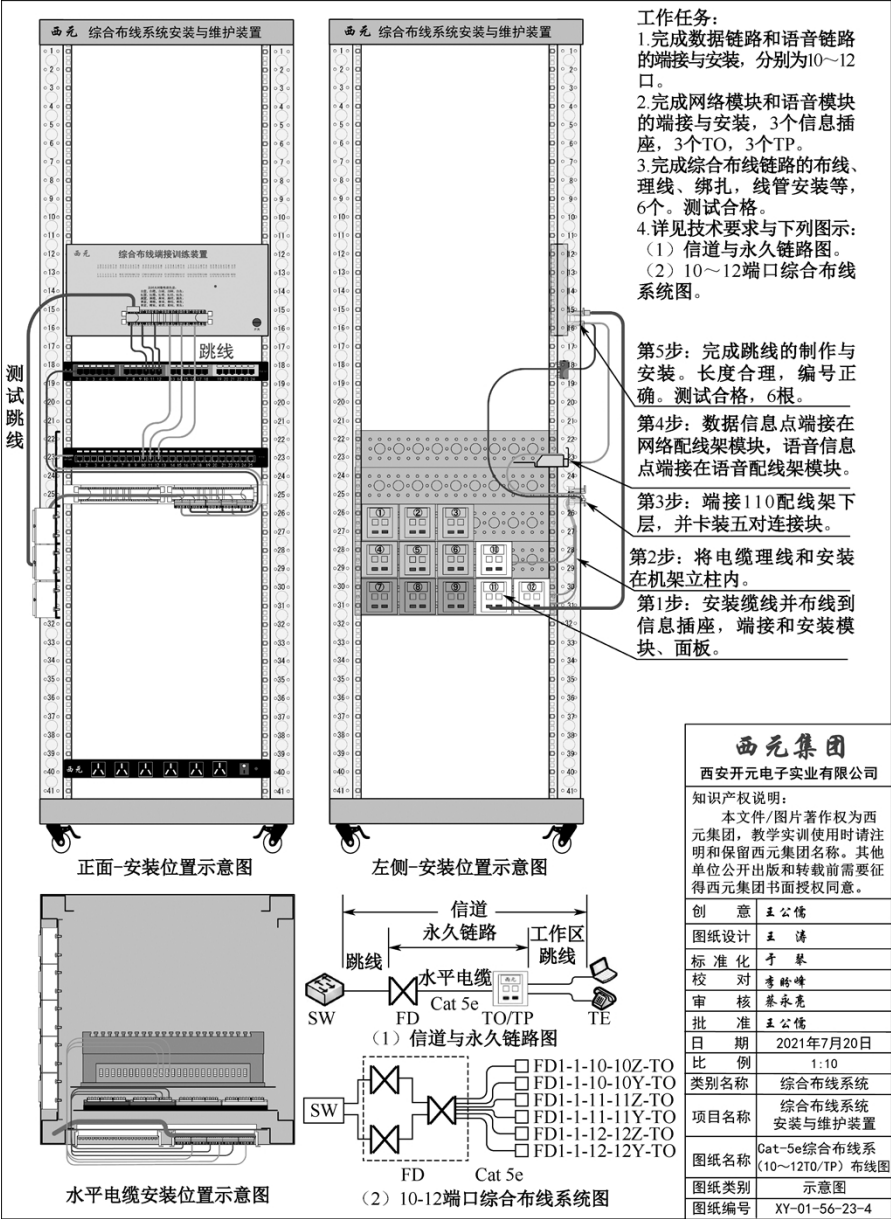

图 8-25 Cat-5e 综合布线系统布线图 (左侧⑩、⑪、⑫号信息插座)
独立完成 6 个电缆永久链路的搭建,要求按照图 8-25（图纸编号 XY-01-56-23-4）所示的信息插座、端口和路由规定，把来自左侧⑩⑪⑫号信息插座的电缆分别端接在网络配线架的 10~12 口，语音配线架的 10~12 口，并使用 RJ-45-鸭嘴跳线进行永久链路电气通断测试，评判合格。请扫描二维码查看彩色高清图片。